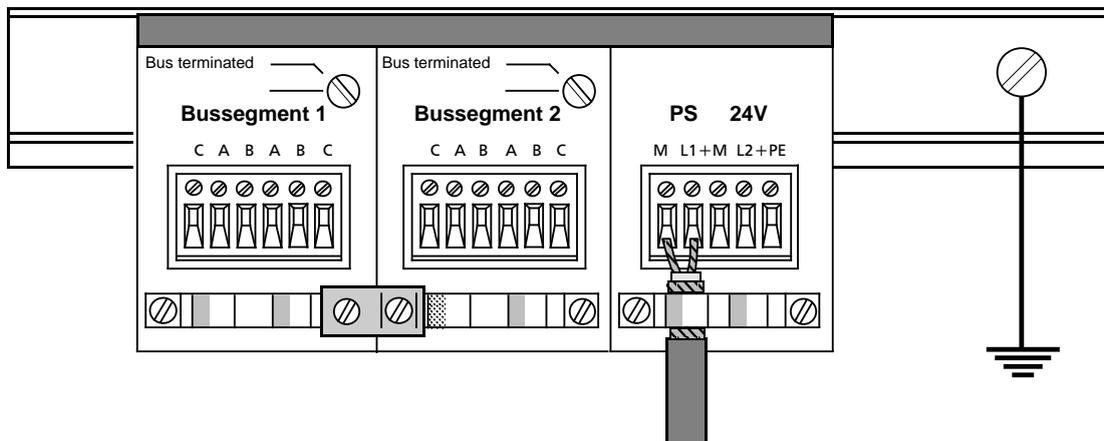

Bild 2.6 Anschluß der Versorgungsspannung an den L2-Repeater
- ▶ Leitung für die Versorgungsspannung (+24 V) an Schraub-Klemmenblock anschließen. Verwenden Sie eine zweiadrige oder dreiadrige geschirmte Leitung (Bild 2.6). Der Schirm der Leitung ist